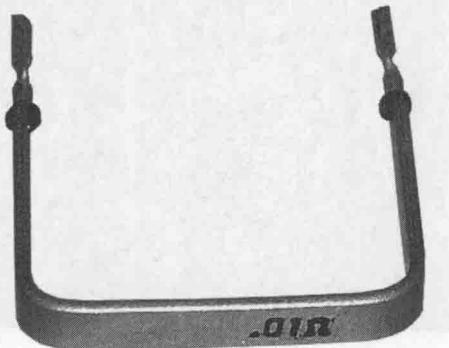

图 1-13 采样电阻
(2) 采样电阻又称为电流检测电阻、电流感测电阻、取样电阻、电流感应电阻(图 1-13)。英文一般译为 sampling resistor, current sensing resistor。采样电阻分为对电流采样和对电压采样。